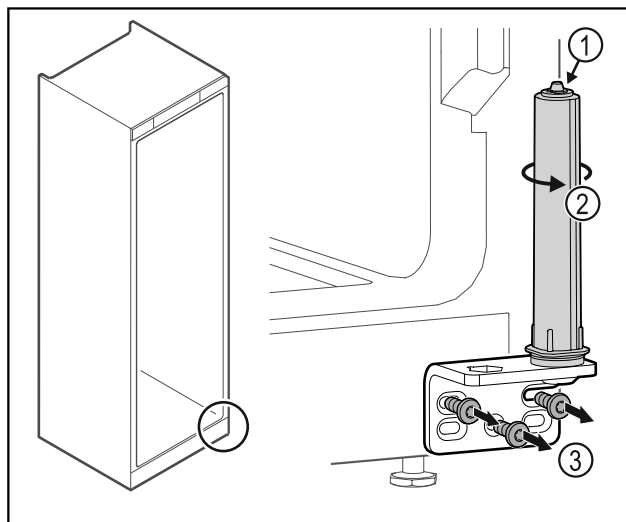

Fig. 24
- Türschließsystem nicht zerlegen Fig. 24 (1).
- Schließsystem Fig. 24 (2) drehen, bis es klickt.
- Scharnierwinkel Fig. 24 (3) abschrauben.